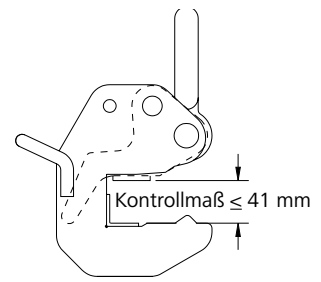

Abb. 36.2
1. Zuerst Sicherheitshebel soweit wie möglich öffnen (Abb. 36.2).
Überschreitet das Kontrollmaß 41 mm, ist der Kranhaken sofort auszutauschen. Dies gilt auch, wenn nur ein Schenkel das Kontrollmaß überschreitet (Abb. 36.2).